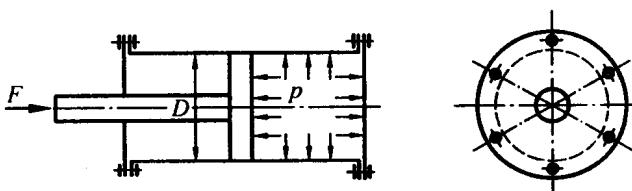

图 2-7
2.7 如图 2-7 所示, 油缸盖与缸体采用 6 个螺栓连接。已知油缸内径 $D = 350 \text{ mm}$, 油压 $p = 1 \text{ MPa}$ 。若螺栓材料的许用应力 $[\sigma] = 40 \text{ MPa}$, 求螺栓的内径。